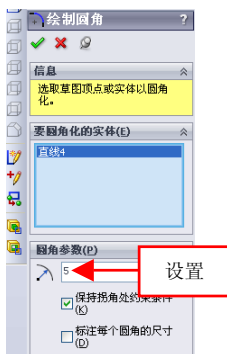

图 3-4 设置参数值
(4) 在【绘制圆角】属性管理器中的【圆角参数】选项区中，设置【圆角半径】为 5，如图 3-4 所示。